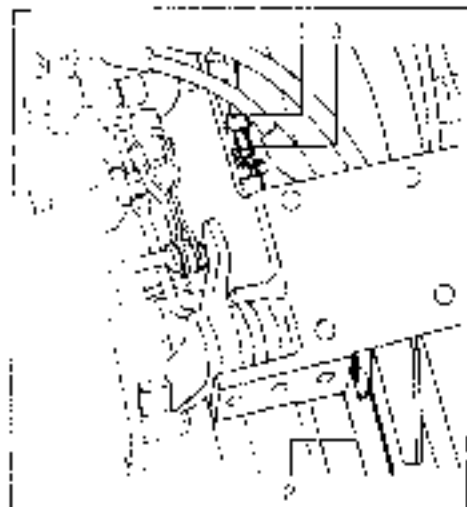

Fig. 22 - Bild 22
4. la presenza di perdite d'olio (Fig. 22)
2. When you have the pressure value between 100 to 120 kg/cm² (1400 to 1700 psi) in the tank, adjust the hydraulic pressure valve. The hydraulic pressure valve is located in the engine compartment. See Fig. 22.
2. Lorsque vous avez la valeur de la pression entre 100 et 120 kg/cm² (1400 et 1700 psi) dans le réservoir, régler la valve de pression hydraulique. La valve de pression hydraulique est située dans le compartiment du moteur. Voir Fig. 22.
2. Wenn Sie den Druckwert zwischen 100 und 120 kg/cm² (1400 und 1700 psi) im Tank gemessen haben, einstellen Sie das Hydraulikdruckventil. Das Hydraulikdruckventil befindet sich im Motorraum. Siehe Fig. 22.